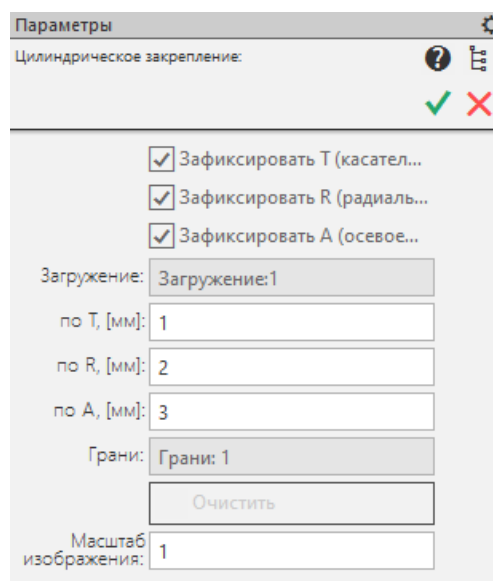

Рис. 3.25. Задание цилиндрического закрепления и перемещения
**Цилиндрическое закрепление** – команда предназначена для создания закрепления к цилиндрическим граням (Рис. 3.25). Применяется только к цилиндрическим граням оболочечных и твердотельных моделей.